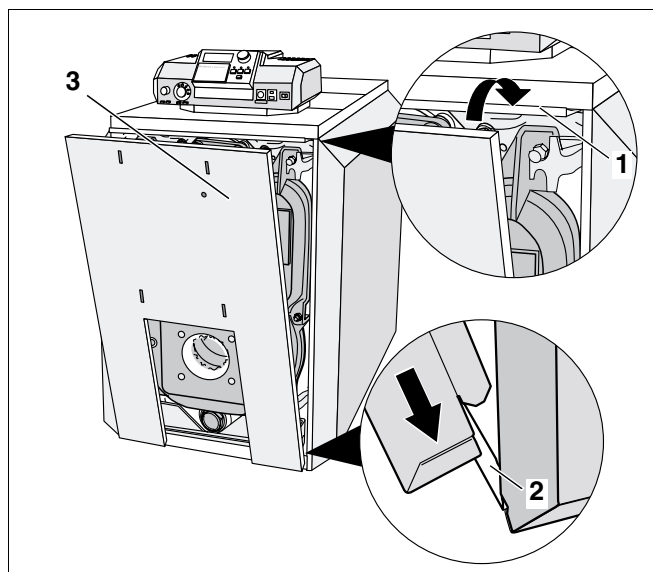
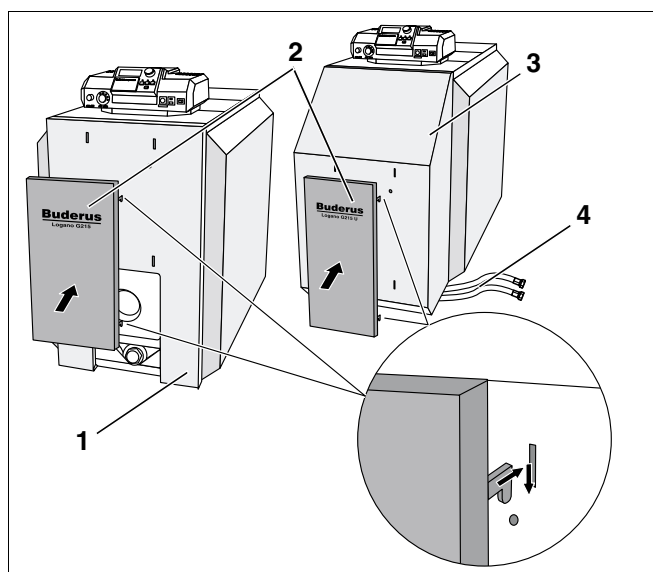

Fig. 63 Montarea învelișului ușii cazanului (Logano G215)
Fig. 64 Montarea elementelor de design
Capacul arzătorului (Fig. 64, **Poz. 3**) pentru cazanele Logano G215 cu arzător Logatop având mărimile cuprinse între 45 și 68, este livrat și montat. La cazanele Logano G215 cu arzător Logatop având mărimea 82, învelișul ușii cazanului (Fig. 63, **Poz. 3**) și arzătorul Logatop TZ sunt livrate cu furnitura și se vor monta de dumneavoastră.
- Învelișul ușii cazanului (Fig. 63, **Poz. 3**) se agață în locul prevăzut de la carcasa frontală a cazanului (Fig. 63, **Poz. 1**).
- Învelișul ușii cazanului (Fig. 63, **Poz. 3**) se ridică ușor, până când se situează, sub traversa inferioară (Fig. 63, **Poz. 2**).
- La varianta de livrare Logano G215 cu cazan Logatop, se vor direcționa furtunile de combustibil lichid (Fig. 64, **Poz. 4**) direct afară, pe partea laterală, înainte de picioarele elementului de cazan.
- Învelișul ușii cazanului (Fig. 63, **Poz. 3**) se ridică ușor și se ia prin față.
Montajul elementelor de design se aplică la ambele variante de livrare pentru Logano G215. În Fig. 64 se demonstrează montajul elementelor de design pentru ambele variante de livrare.
- Elementele de design (Fig. 64, **Poz. 2**) se suspendă în direcția indicată de săgeată, pe capacul arzătorului (Fig. 64, **Poz. 3**) respectiv pe învelișul ușii cazanului (Fig. 64, **Poz. 1**).